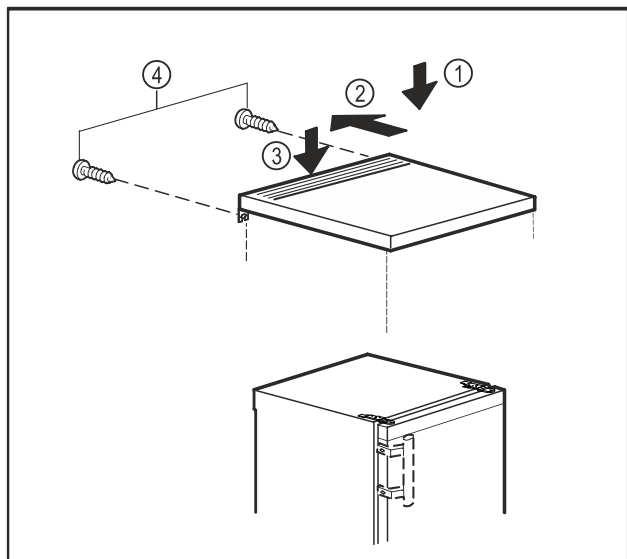

Fig. 10
- ▶ Положите столешницу на устройство. Fig. 10 (1)
- ▶ Сдвиньте столешницу назад. Fig. 10 (2)
- ▶ Нажмите на столешницу сзади вниз. Fig. 10 (3)
- ▶ Затяните винты на задней стенке. Fig. 10 (4)